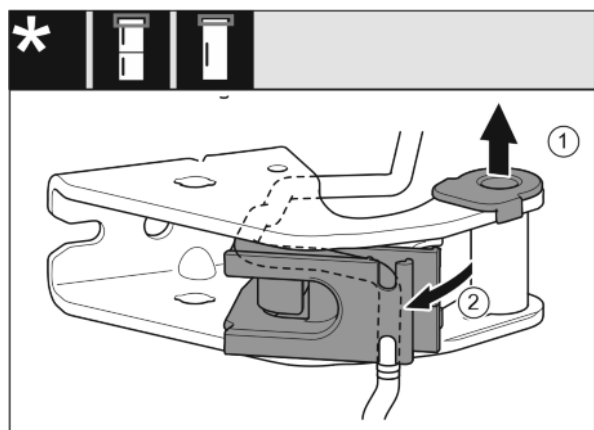

Fig. 21
- ▶ Tuleję tożyskową wyjąć z przewodnicy. Fig. 21 (1)
- ▶ Odchylić mocowanie kabla. Fig. 21 (2)